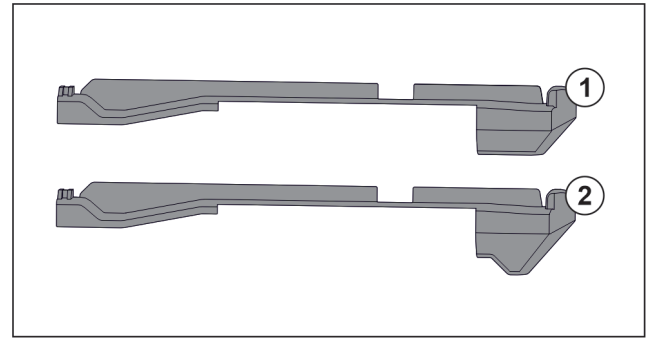

Fig. 124 Vergelijking van de insteekelementen
In het apparaat bevinden zich twee verschillende insteekelementen. Het insteekelement boven de onderste lade Fig. 124 (2) heeft een driehoekige rand. Alle overige insteekelementen Fig. 124 (1) hebben een rechte rand.
- ▶ Insteekelement Fig. 124 (2) met de driehoekige rand boven de onderste lade aanbrengen.
- ▶ Insteekelement Fig. 124 (1) met rechte rand op alle overige plekken aanbrengen.